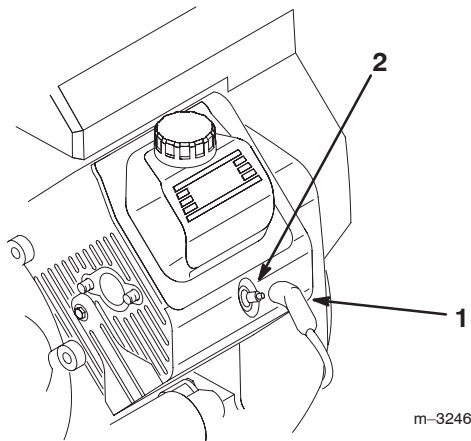

Bild 55
3. Ziehen Sie die Kerzenstecker ab (Bild 55).
3. Stecken Sie die Zündkerzenstecker wieder auf die Zündkerzen auf (Bild 55).